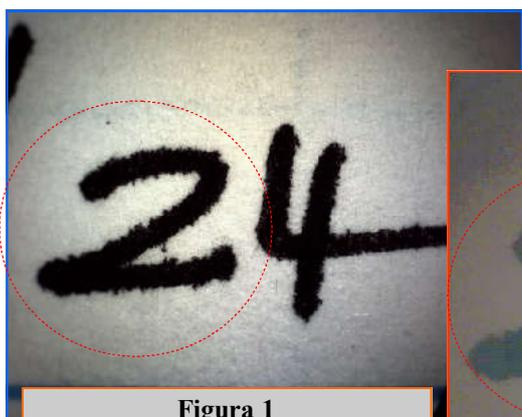

**Figura 2**
4. La barretta deve essere inserita come indicato dal rettangolo tratteggiato in rosso e non "angolato" come mostrato nella figura 2.